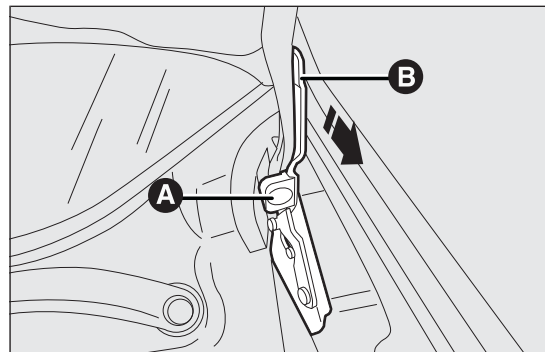

fig. 85
- ☐ abrir el capó con una mano y con la otra tirar hacia sí mismo el dispositivo A fig. 85 y, a continuación, bajar la palanca B;